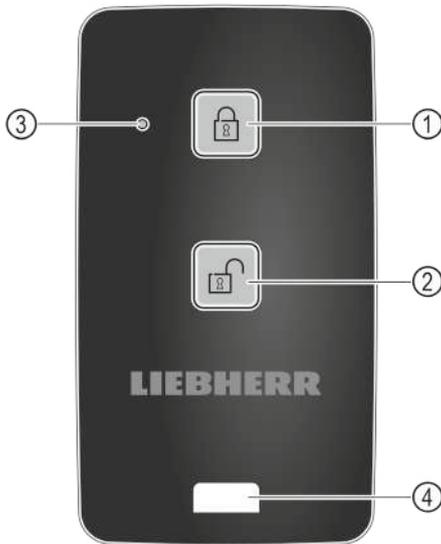

Fig. 108
- (1) Schloss verriegeln
- (2) Schloss entriegeln
- (3) Status LED
- (4) Befestigungsöse
- ▶ Taste *Fig. 108 (1)* auf der Fernbedienung drücken.
- ▶ Taste *Fig. 108 (2)* auf der Fernbedienung drücken.
- ▶ Status-LED *Fig. 108 (3)* gibt bei Tastendruck eine optische Rückmeldung.
- ▶ Öse *Fig. 108 (4)* zur Befestigung der Fernbedienung, zum Beispiel an einem Schlüsselbund.